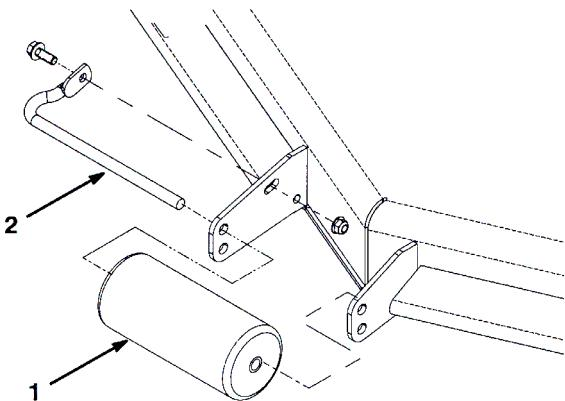

図15
1. ローラのシャフトをデッキのブラケットに固定しているネジとボルトを取り外す（図15）。